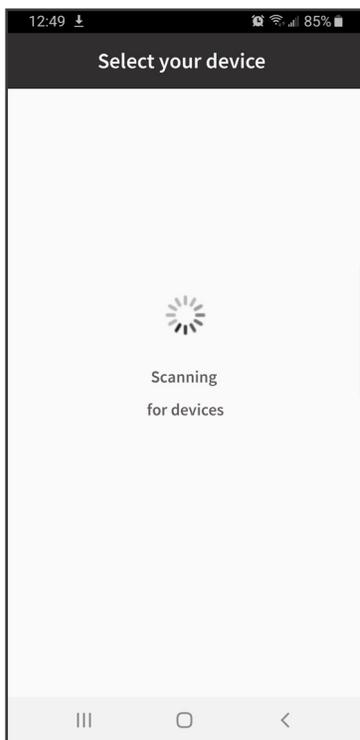

Fig. 5
4. Recherchez des appareils et sélectionnez l'appareil dans la liste (**Fig. 5 & 6**).